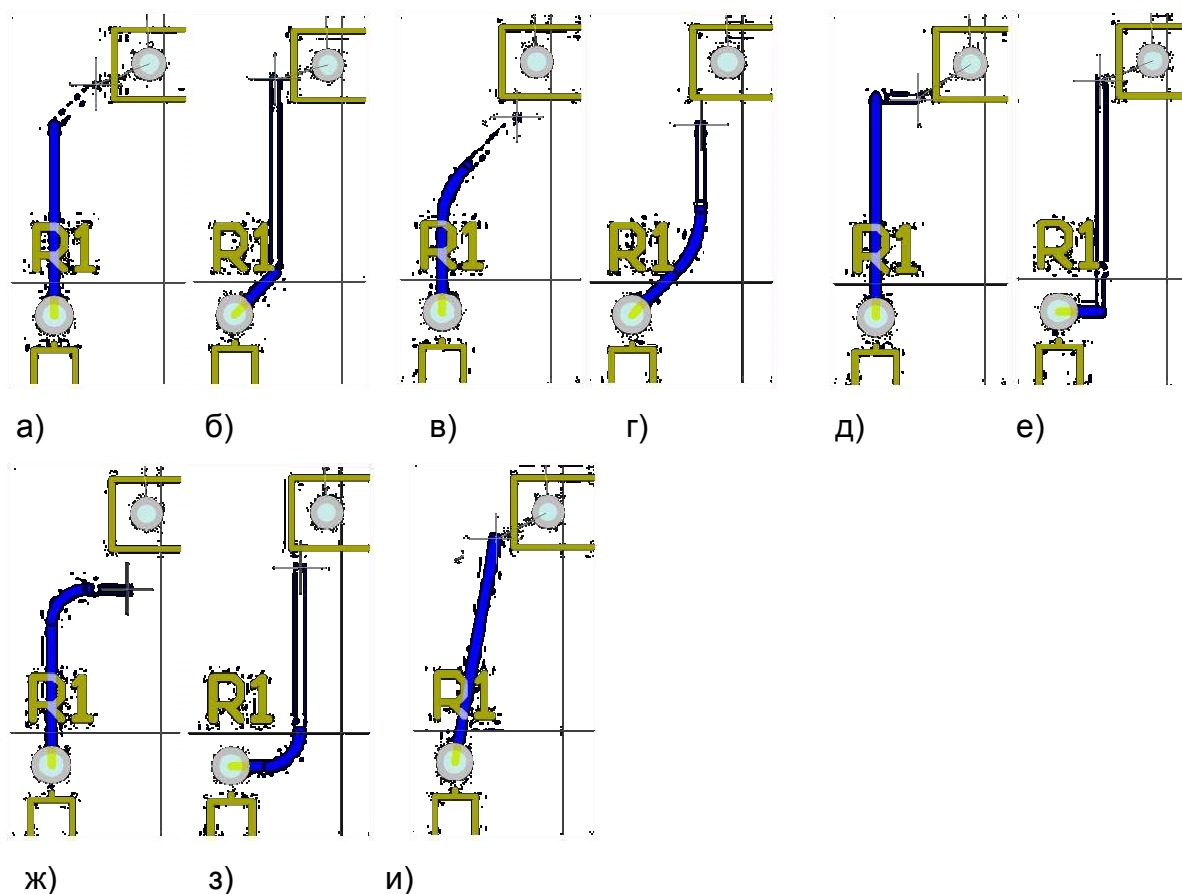

Рисунок 45 – Различные режимы прорисовки проводников в редакторе печатных плат.
5. Выполним щелчок левой кнопкой мыши на верхней контактной площадке резистора R1 и сдвинем указатель мыши немного вверх и вправо. Система начнет прокладывать проводник, как показано на рисунке рисунок 45а.
Как и в редакторе схем, в редакторе плат имеется несколько режимов и подрежимов прорисовки проводников, но здесь их больше, так как имеется возможность прорисовки дуг. Последовательное переключение режимов производится одновременным нажатием клавиш SHIFT+Spacebar, подрежимов - нажатием клавиши Spacebar. На рисунке 45 приведены примеры различных режимов рисования под углом 45 градусов (рисунок 45а и 45б), под углом 45 градусов с дугой (рисунок 45в и 45г), ортогонального (рисунок 45д и 45е), ортогонального с дугой (рисунок 45ж и 45з) и под произвольным углом (рисунок 45и).